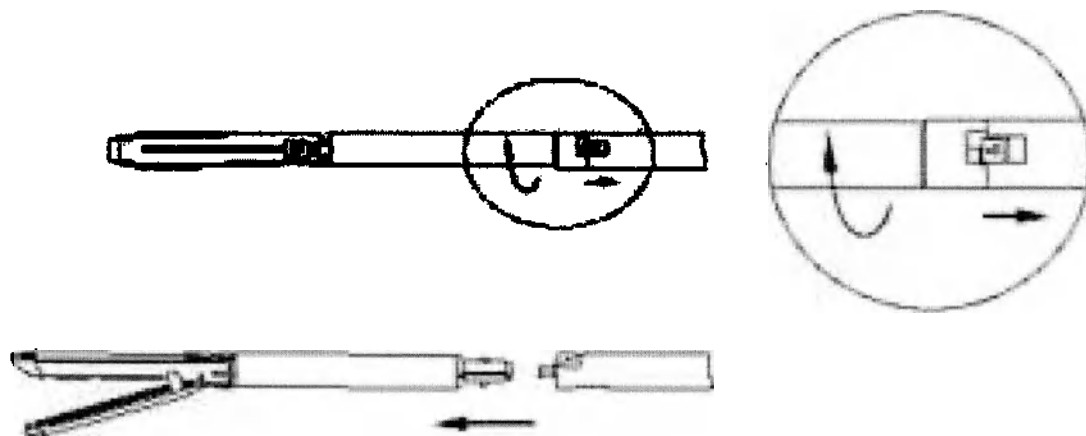

Рисунок 5.
2. Потяните кнопку РАЗГРУЗКИ/РАЗБЛОКИРОВКИ (расположенную на нижней стороне штока) обратно к степлеру, поверните кассету против часовой стрелки на 45° и снимите кассету с штока степлера (Рисунок 5)